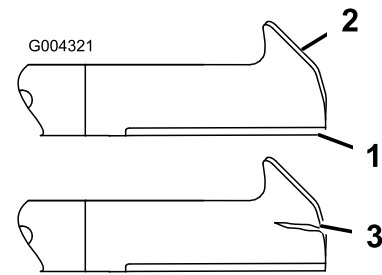

Bild 47
1. Untersuchen Sie die Schnittkanten (Bild 47). Bauen Sie, wenn die Kanten nicht scharf sind oder Kerben aufweisen, die Schnittmesser aus und schärfen sie; siehe Schärfen der Messer.
2. Prüfen Sie die Schnittmesser, insbesondere den gebogenen Bereich (Bild 47). Montieren Sie, wenn Sie Schäden, Verschleiß oder Rillenbildung in diesem Bereich feststellen (Bild 47), sofort ein neues Schnittmesser.